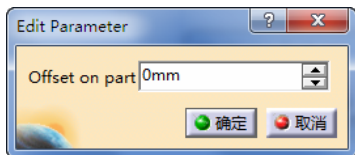

图 5-126 定义零件余量 (8)
● 定义零件余量 (8)。双击“Isoparametric Machining.1”对话框中的“Offset on part”，弹出“Edit Parameter”对话框，可设置余量大小为“0mm”，如图 5-126 所示。